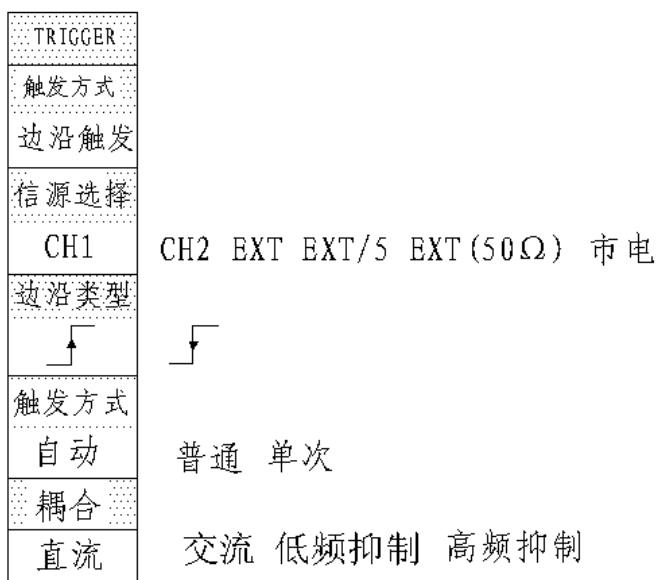

图 2-12
- a、**边沿触发**：利用输入沿（上升沿或下降沿）的某一电平为触发条件的触发，如图 2-12 所示。